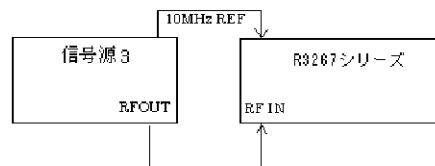

図 6-14 QPSK 信号を使ったハードウェアの簡単なチェック接続図
1. R3267 シリーズと信号源を図 6-14 のように接続します。